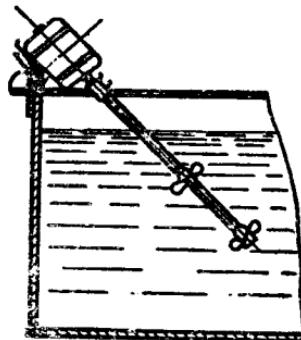

图 2 安装在槽子边沿的搅拌器
**搅拌器：**简单的搅拌器如图 2 所示。为了防止搅拌器的轴在酸内被腐蚀，可采取镀铅；涂耐酸树脂；或用不锈钢制作。其叶轮可用塑料板和不锈钢制作。搅拌器作溶液搅拌之用，使溶液在电解时，电极附近和槽内其它地方溶液的浓度经常保持一致，从而提高其导电能力。尤其是镀内径时，因零件内溶液不流动，金属铬的不断析出，溶液浓度则随电解时间的消逝而降低，这样便会减慢其沉积速度。特别是阳极面积小于阴极面积，因此，三价铬产生的多，氧化的少，这样电极附近会形成三价铬含量过高，而引起镀层脱落。如能使溶液得到搅拌，则这些问题便可解决。